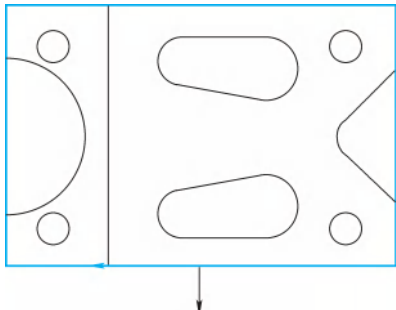

图 3-68 选择加工边界
1) 选择【刀路】/【外形】命令，系统弹出【串连线框】对话框，在绘图区选取最大矩形，如图 3-68 所示。根据箭头指向判断此时刀具补偿为左补偿，单击【确定】按钮。